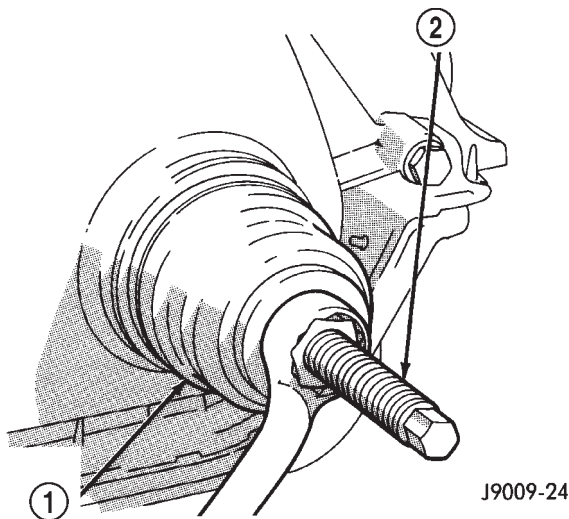

Abb. 79 Einbau des Wellendichtrings/ Steuerkettenabdeckung
(1) Neuen Wellendichtring mit dem offenen Ende nach innen am Ausricht-/Einbauwerkzeug 6139 ansetzen. Außendurchmesser dünn mit Perfect Seal oder gleichwertigem Produkt bestreichen. Kurbelwelle dünn mit Motoröl bestreichen.
(2) Einbauwerkzeug mit Wellendichtring über den Kurbelwellenstumpf schieben und Schraubvorrichtung (spezielle Gewindestange) an Einbauwerkzeug 6139 ansetzen (Abb. 79). Mutter in Richtung des Werkzeugs festziehen, bis dieses an der Abdeckung anliegt.